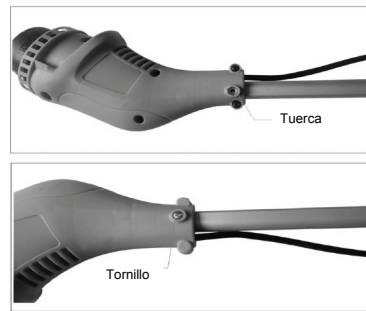

Fig 3
- Inserte el perno en la cabeza de la recortadora y el tubo de conexión y asegúrelo con la tuerca (Fig. 3)